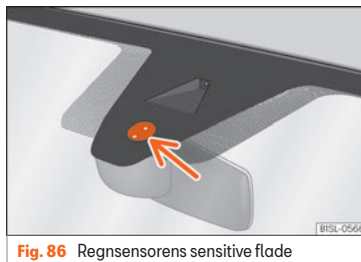

Fig. 86 Regnsensorens sensitive flade
Mulige årsager til fejl og fejlfortolkninger på regnsensorens sensitive flade » » **Fig. 86:**
- Regnsensorens sensitive flade skal rengøres regelmæssigt, og viskerbladene skal kontrolleres for beskadigelser »» Fig. 86 (pil).